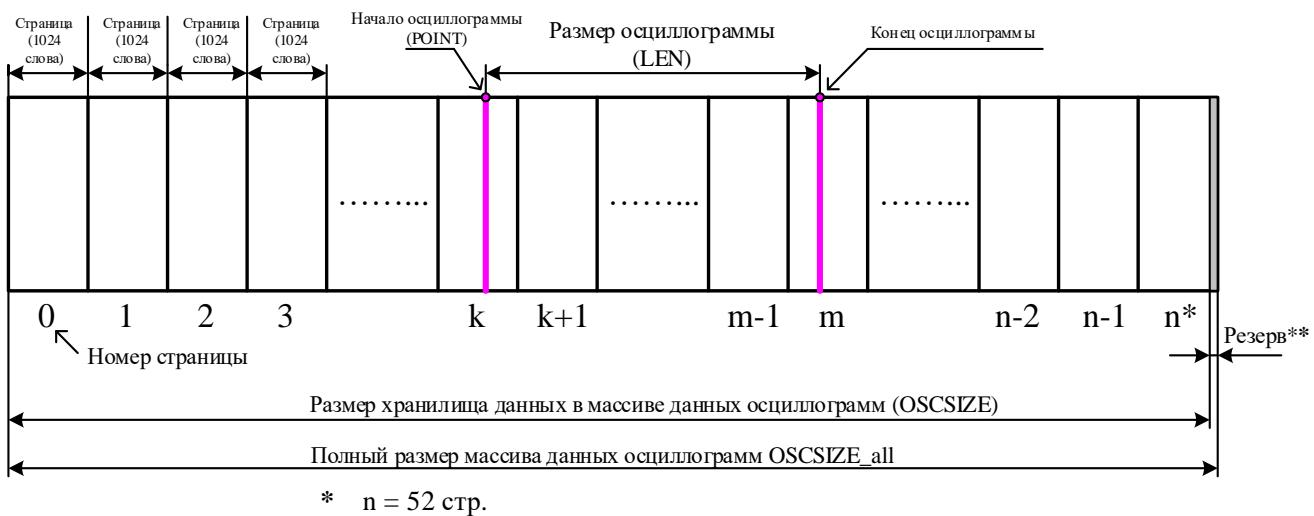

Рисунок 6.6
- определить адрес начала и окончания осциллографии в массиве данных осциллографов (рисунок 6.6);